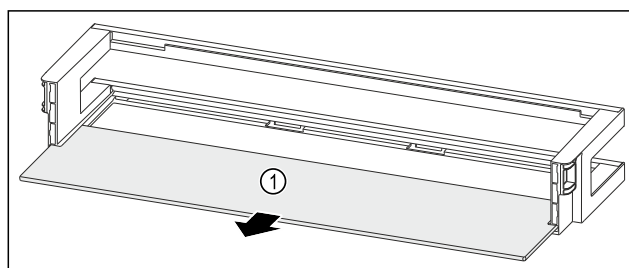

Fig. 209 Balconnet de contre-porte avec tablette de rangement
- Retirer la tablette de rangement Fig. 209 (1).